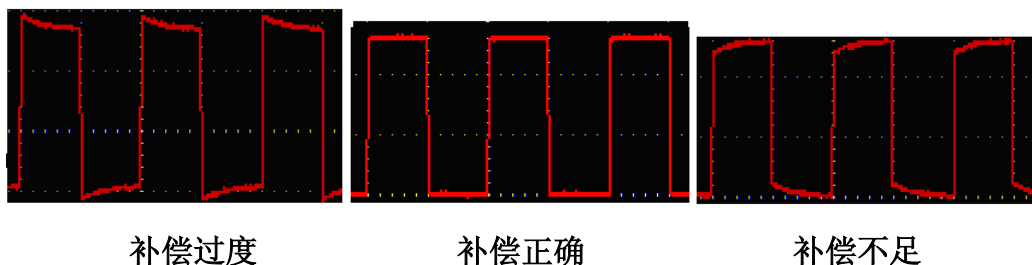
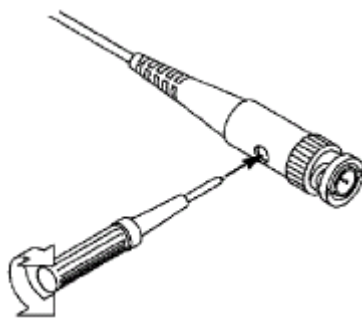

图 4-6: 探头补偿显示波形
图 4-7: 探头调整
- 2、 检查所显示的波形，调节探头，直到补偿正确。见图 4-6，图 4-7。